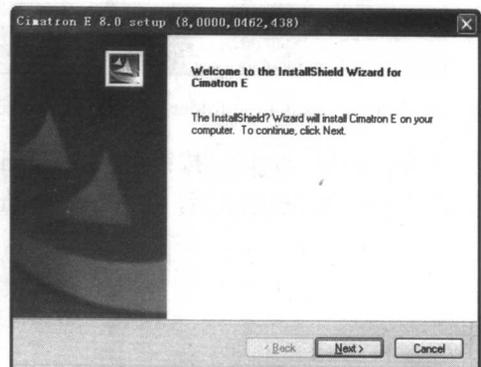

图 1-2 安装导向 Cimatron E8.0 界面
(2) 选择 Cimatron E 选项进入安装导向 Cimatron E8.0 界面,如图 1-2 所示。